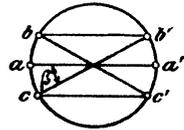

Fig. 172.
**Elektromotorische Kraft.** Ist  $m=3$  die Anzahl der Nuten pro Pol und Phase, so gehen von den durch den Strom erzeugten Kraftlinien in einem bestimmten Augenblick alle durch die in  $aa'$  (Fig. 172) liegenden Windungen, während durch die Windungen in  $bb'$  beziehungsweise  $cc'$  weniger Kraftlinien gehen. Ist  $\Phi_1$  die Kraftlinienzahl, die durch  $aa'$  geht, so gelangen durch  $bb'$  resp.  $cc'$  nur  $\Phi = \Phi_1 \cos \beta$  Kraftlinien. Bei  $m=3$  und  $p=1$  ist z. B. die Nutenzahl  $k_1 = 3 \cdot 6 = 18$ , also